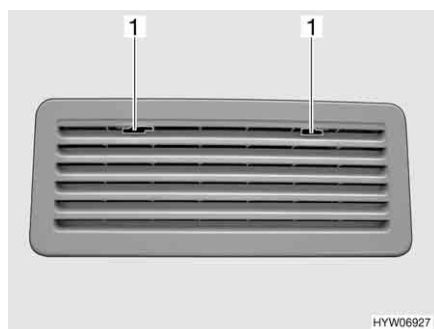

Fig. 131 Griglia di aerazione del frigorifero (Thetford)
- Spingere verso il centro l'arresto (Fig. 131,1).